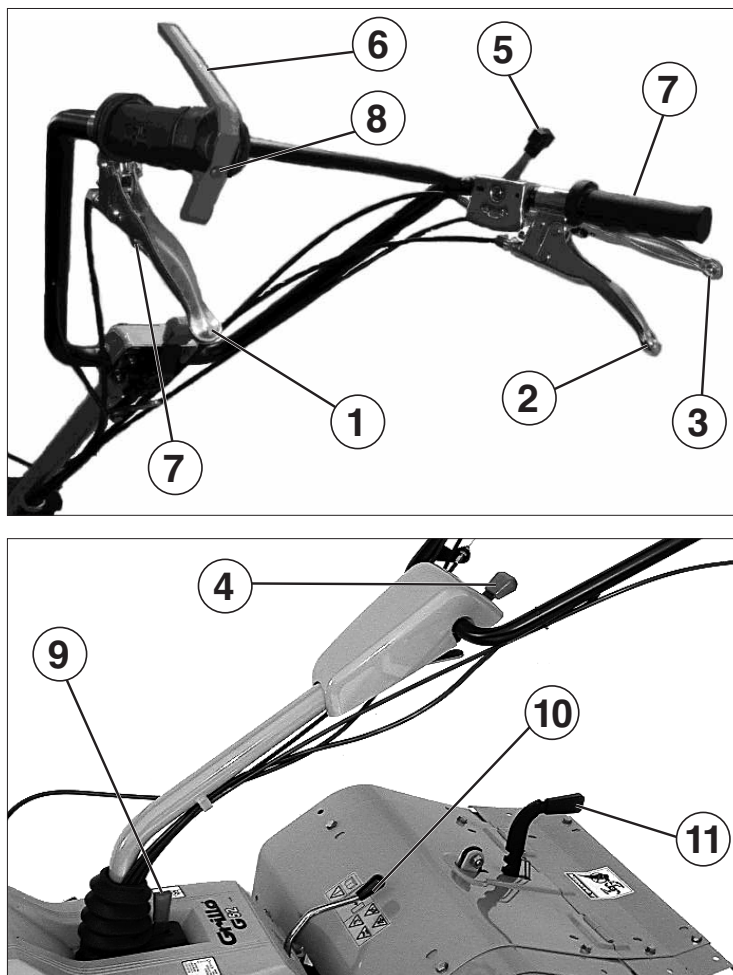

Fig. 2
- que la palanca de activación de los accesorios (fig. 2 n° 3) esté en posición libre (en la figura la herramienta esta conectada). La palanca mando avance (fig. 2 n° 1) esté en punto muerto (fig. 3);
- colocar las manceras en la altura justa (fig. 2 n° 4).
Abrir el grifo del carburante (fig. 7 n° 2), apretar hasta la mitad de su recorrido la palanca de mando gas (fig. 2 n° 5), enganchar el Motor Stop (fig. 2 n° 6) si el motor está frío y accionar el dispositivo de estárter sobre el carburador (fig. 7 n° 1) (ateniéndose al manual de instrucciones adjunto); tirar de la empuñadura del arranque manual (fig. 8) y dar un tirón enérgico. Una vez encendido el motor, cuando comiencen las primeras explosiones, llevar el estárter a la posición RUN y después, lentamente la palanca aceleradora al mínimo.
Con el motor en régimen bajo, conectar la herramienta soltando la palanca n° 3 (fig. 2), acelerar oportunamente y soltar la palanca que pone en movimiento las ruedas (fig. 2 n° 1), la máquina se pondrá en movimiento. Tirando de la palanca n° 1 (fig. 2) la máquina se para. Tirando de la palanca n° 2 (fig. 2) la máquina retrocede. Para bloquear la palanca, enganchar el broche (fig. 3). Accionando la palanca (fig. 9), se pueden desplazar lateralmente las manceras «1 posición a la derecha, 1 posición a la izquierda» en versión motocultor y en versión segadora.